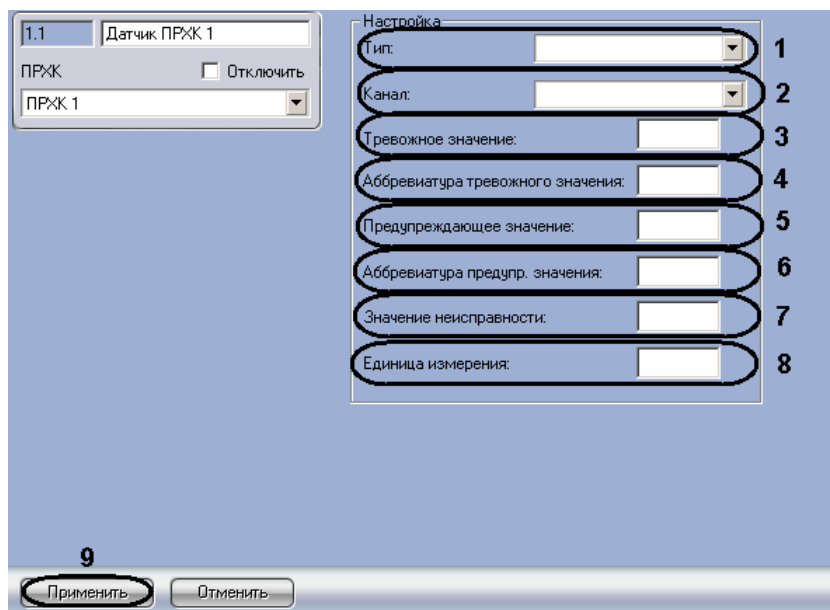

Рис. 2.3-2 Панель настроек объекта Датчик ПРЖК
1. Перейти на панель настройки объекта **Датчик ПРХК** (Рис. 2.3-2).
2. Из раскрывающегося списка **Тип:** необходимо выбрать тип внешнего воздействия на датчик (см. Рис. 2.3-2, 1).
3. Из раскрывающегося списка **Канал:** необходимо выбрать адрес датчика (см. Рис. 2.3-2, 2).
4. В поле **Тревожное значение:** необходимо ввести значение, при достижении и превышении которого от датчика будет приходить сообщение **Тревога** (см. Рис. 2.3-2, 3).
5. В поле **Аббревиатура тревожного значения:** необходимо ввести сообщение, характеризующее состояние тревоги на карте (Рис. 2.3-2, 4).
6. В поле **Предупреждающее значение:** необходимо ввести значение, при достижении и превышении которого от датчика будет приходить сообщение **Предупреждение** (см. Рис. 2.3-2, 5).
7. В поле **Аббревиатура предупр. значения:** необходимо ввести сообщение, характеризующее состояние предупреждения на карте (см. Рис. 2.3-2, 6).
8. В поле **Значение неисправности:** необходимо ввести значение, при котором приходит сообщение о неисправности датчика (см. Рис. 2.3-2, 7).
9. В поле **Единица измерения:** необходимо ввести обозначение единицы измерения значения датчика на карте (см. Рис. 2.3-2, 8).
10. Для сохранения внесенных изменений нажать кнопку **Применить** (см. Рис. 2.3-2, 9).